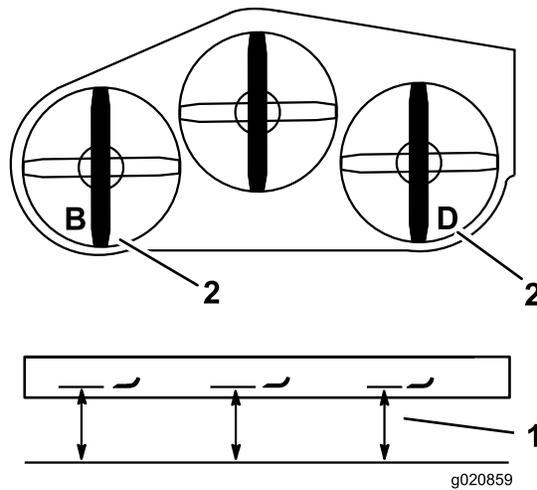

Figura 85
2. Misurate la lama sinistra al punto **B** da una superficie piana fino al tagliente della punta della lama e annotate la misura rilevata (Figura 85).
3. Misurate la lama destra al punto **D** da una superficie piana fino al tagliente della punta della lama e annotate la misura rilevata (Figura 85).
Nota: La differenza tra la misurazione eseguita al punto **B** non deve essere superare la misurazione al punto **D** di oltre 3 mm. (Figura 85). In caso contrario eseguite la seguente operazione.